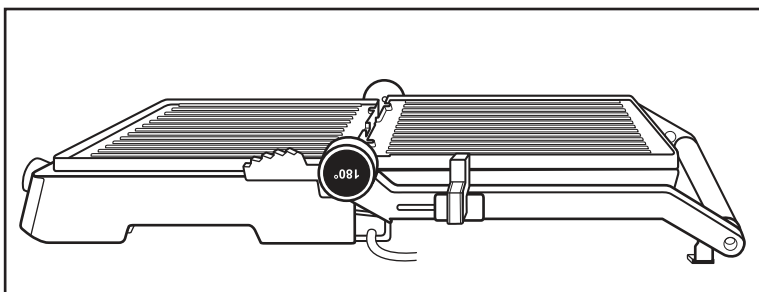

Fig. 2
- 3) Las placas de calentamiento ❶ están la una junto a la otra y pueden utilizarse como grill de mesa (fig. 2).